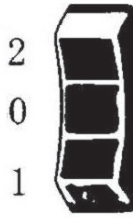

fig 1
4.4. Impostazione della temperatura. La temperatura desiderata può essere impostata con l'interruttore (fig. 1). La temperatura ideale deve essere accertata prima di eseguire una prova. Dovresti quindi iniziare con un'impostazione a bassa temperatura. Le temperature specificate negli esempi illustrati di utilizzo sono valori raccomandati che possono variare a seconda delle proprietà del pezzo. La distanza tra l'ugello e il pezzo dipende dal materiale da lavorare.